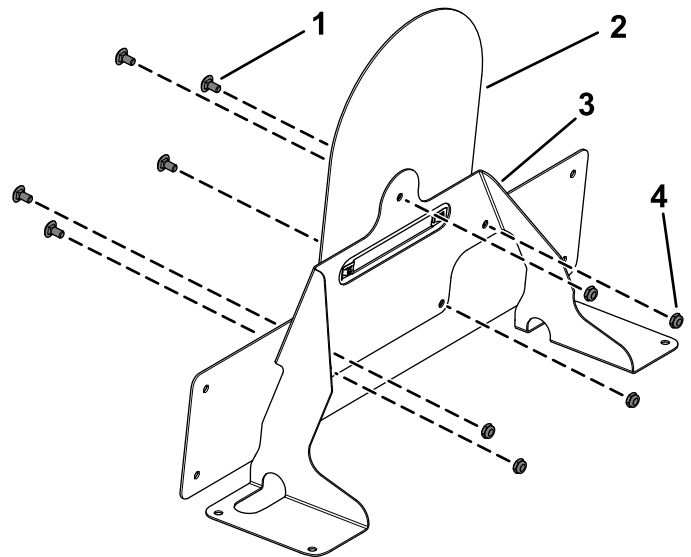

**Figura 26**
6. Instale as duas porcas de velocidade na montagem da placa de velocidade (Figura 26).